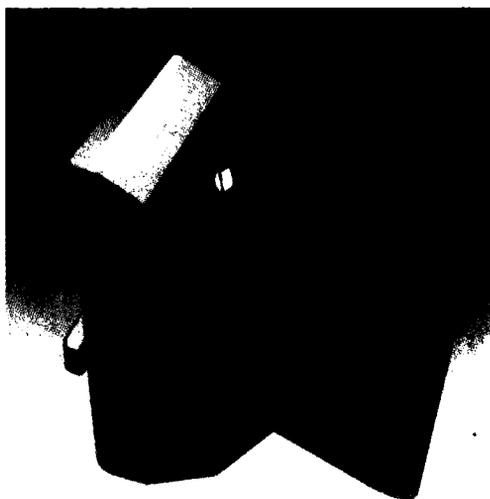

Рис. 13.7. Визуализация с более серьезными настройками
8. Щелкните **Визуализация**, чтобы создать изображение, как на рис. 13.7.